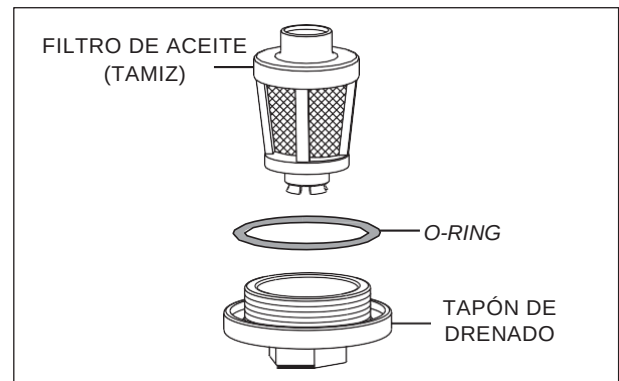

Fig. 2.3
- Monte el filtro de aceite y el tapón de drenado con un O-ring nuevo. (Fig. 2.3)